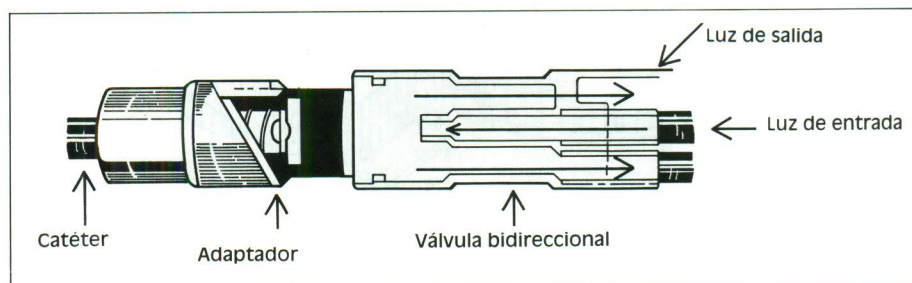

Figura 6.
b) **Adaptador con válvula** («safe-lock») (figura 6). Presenta la característica de permitir cerrar automáticamente el peritoneo una vez finalizado el proceso de CAPD. Se utiliza para el sistema de desconexión total. Este adaptador precisa, a su vez, de un equipo de CONEXIÓN DE DOBLE LUZ con vías diferenciadas de entrada y salida de líquidos.